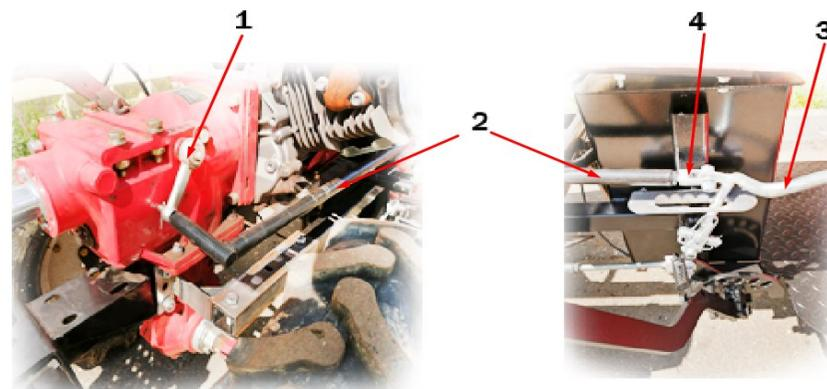

Рис. 4.
6.1 Перевернуть рычаг переключения передач 1 в нижнее положение. Соединить тягу переключения передач адаптера 2 с одной стороны к рычагу переключения передач мотоблока 1 (ЗАФИКСИРОВАВ ШПЛИНТОМ) с другой стороны к рычагу переключения передач адаптера 3 (закрутить гайкой). Произвести регулировку включения передач путем вращения кронштейна фиксации рычага 4. Смотреть рисунок 4.